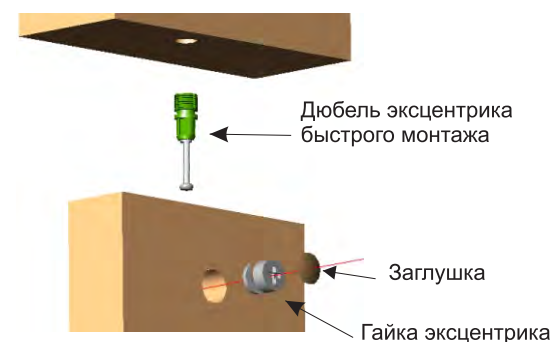

Рис.2
Установите шканты (3) в отверстия d=8 мм топа С и низа D . Вставьте дюбель эксцентрика быстрого монтажа (1а) в топ С и низ D (см. Рис.2). Вкрутите болты усиленного эксцентрика (4а) в отверстия боковин А на необходимую для ВАС высоту. Установите опоры (5) в отверстия в плоскости низа D . Установите в полку В гайки усиленного эксцентрика (4б). Соедините вместе боковины А, низ D и заднюю стенку Е (состоит из двух половин). К собранной конструкции присоедините топ С. Вставьте эксцентриковые гайки (1б) и с помощью отвертки затяните их по часовой стрелке до фиксации (см. Рис.2). Вставьте полки В и затяните гайки усиленного эксцентрика (4б) до фиксации. Используя шурупы (6) закрепите заднюю стенку Е на полках В. В эксцентриковые гайки (1б) вставьте заглушки (2). Отрегулируйте опоры (5) по высоте.